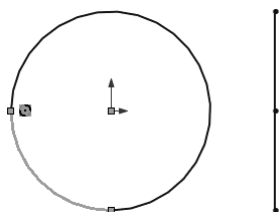

图 3-31 选择要删除的圆弧草图实体
- [5] 关闭分割实体操控板，单击选择要删除的圆弧草图实体，如图 3-31 所示。删除的圆弧草图实体如图 3-32 所示。